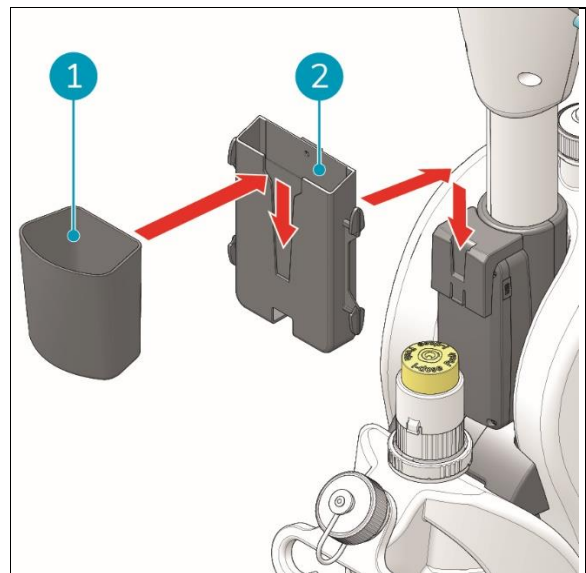

Figura 14
1. Deslice la parte posterior del soporte del teléfono móvil (Figura 14 posición 2) en la ranura del soporte. Deslice la parte trasera de la papelera (Figura 14, pos 1) en la muesca del soporte del teléfono móvil.